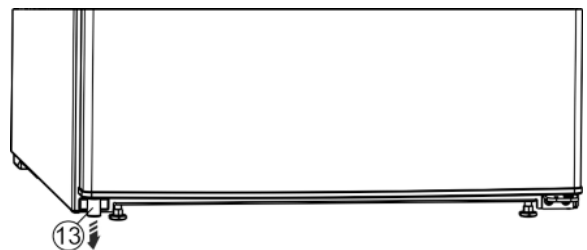

Fig. 5
- ▶ Извадете ограничителя Fig. 5 (13) долу вляво от вратата.